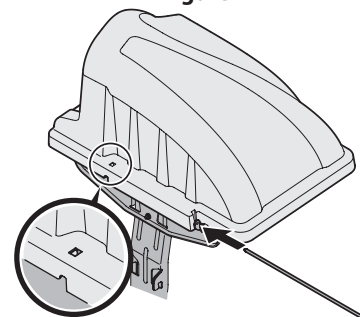
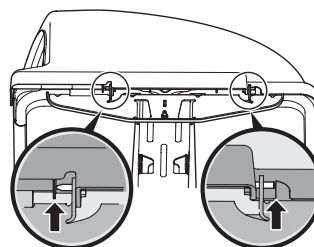

Figure 15
Figure 16
6. Insérez la tige de charnière (711-04988) dans le trou de l'encoche de montage, comme indiqué dans la Figure 15. Utilisez le petit trou sur le couvercle (voir l'encadré de la Figure 15) pour aligner la tige de charnière de l'autre côté, puis poussez la tige jusqu'au bout. Elle s'enclenchera et sera fixée par l'encoche sous le couvercle du bac récupérateur. Voir Figure 16.